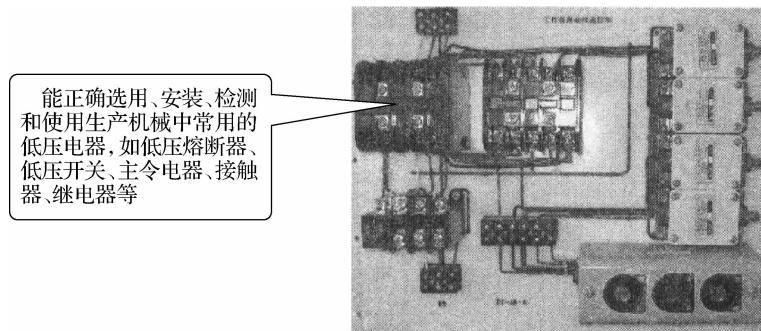
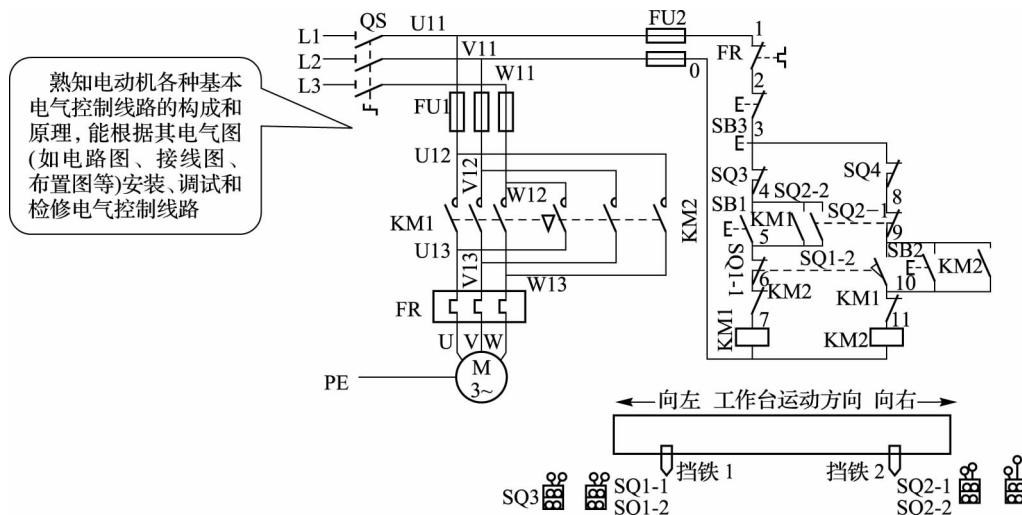
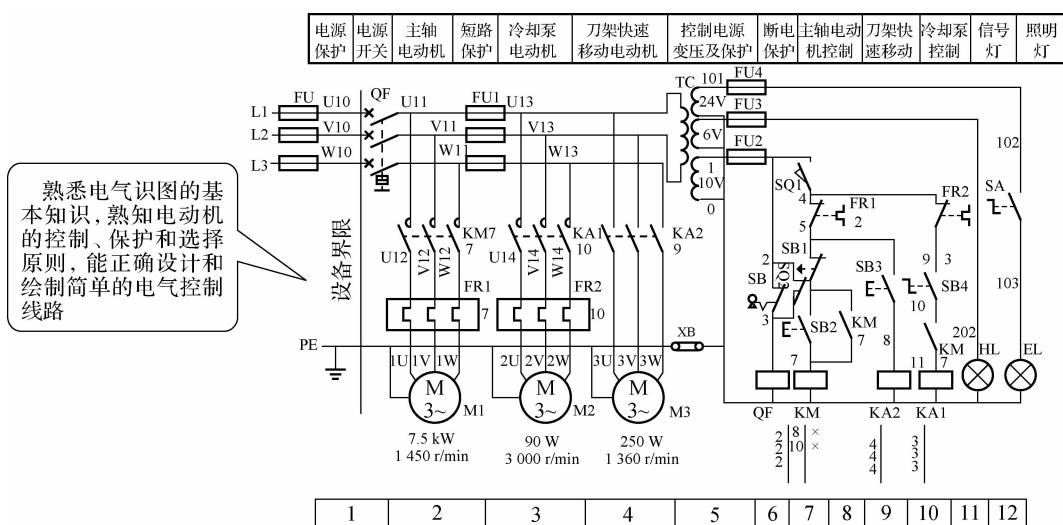

图 1-2 工作台自动往返控制配电盘
图 1-3 工作台自动往返控制线路图
图 1-4 CA6140 车床电气控制线路图
- (1)能正确选用、安装、检测和使用生产机械中常用的低压电器(见图 1-2)。
- (2)能识读和绘制电路图、接线图和布置图。
- (3)熟知电动机各种基本电气控制线路的构成和原理,能根据其电气图(如电路图、接线图、布置图等)安装、调试和检修电气控制线路(见图 1-3)。
- (4)熟悉电气识图的基本知识,熟知电动机的控制、保护和选择原则。
- (5)能正确设计和绘制简单的电气控制线路(见图 1-4)。